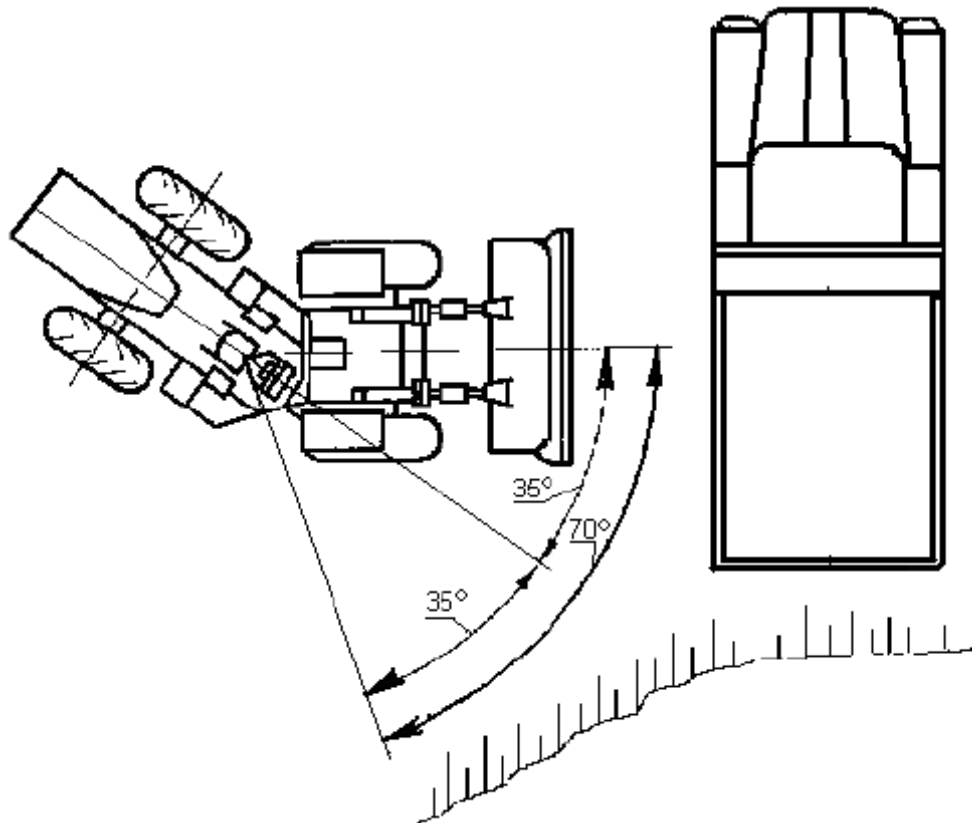
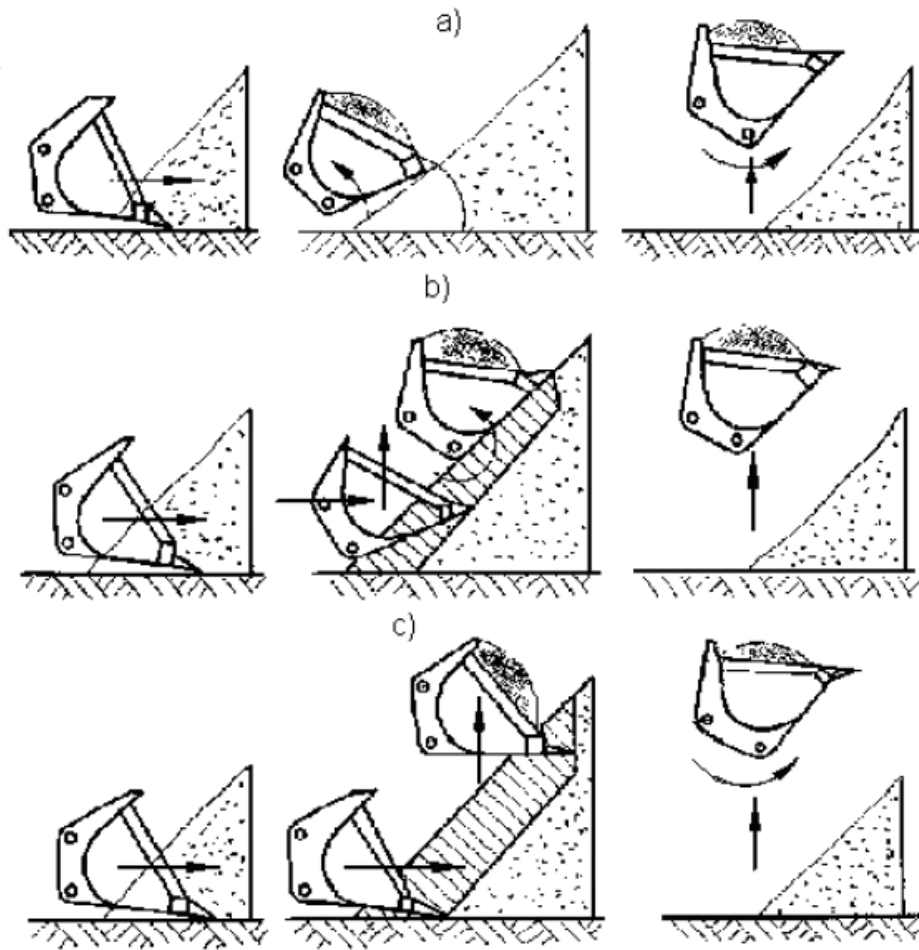

Fig. 6.1 Patrón de giro de semiframe a dumper
Fig.6.5 Métodos de dibujo del material:
- El cargador giró 70-80° al camión volquete manteniéndose a 90° respecto al frente (Fig. 6.1);
Con el fin de mejorar la eficiencia, gire los semi-bastidores del cargador (Fig. 6.1) mientras combina con material operaciones de manipulación (Fig. 6.5).